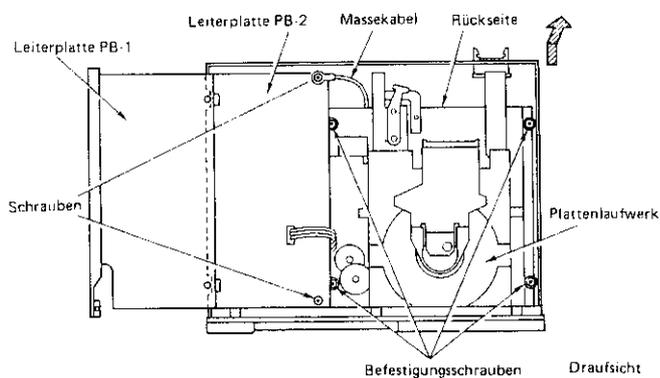

Abb. 4
- 3) Die beiden Schrauben lösen, mit welchen die Leiterplatte PB-2 am Chassis befestigt ist (Abb. 4).
- 5) Die vier Befestigungsschrauben des Plattenlaufwerkes aus dem Chassis entfernen (Abb. 4).
- 6) Zuerst das Plattenlaufwerk nach hinten ziehen und danach an der Rückseite herausheben, wie es durch den Pfeil B in Abb. 4 dargestellt ist. Beim Herausnehmen ist darauf zu achten, daß das Plattenlaufwerk nicht beschädigt wird.